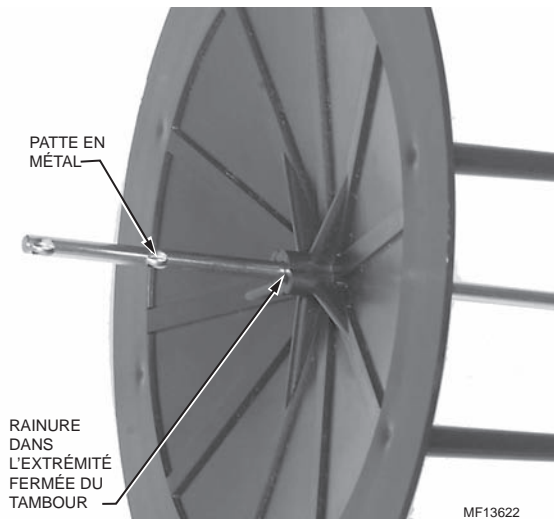

Fig. 16. Assemblage de l'extrémité fermée du tambour.
1. Glisser l'extrémité fermée du tambour sur l'arbre, les tiges rondes à l'opposé des pattes en métal. Voir la figure 16. Les rainures dans l'extrémité conique doivent s'appuyer sur les pattes en métal.